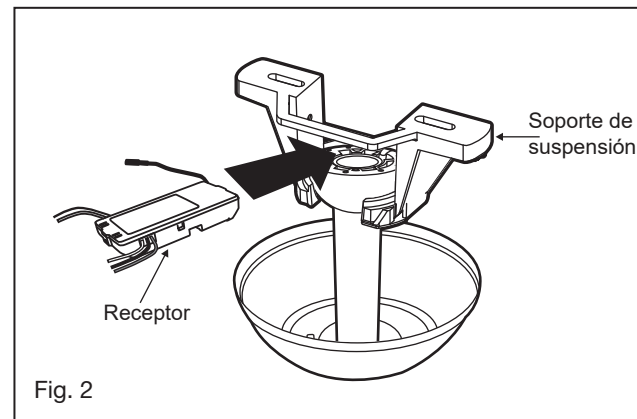

Fig. 2
- 4 Inserte el receptor en el soporte de montaje en el techo con el lado plano del receptor hacia el techo. (Fig. 2) Para un mejor rendimiento, asegúrese de que la Antena Negra, en el extremo del receptor, permanezca extendida y sin enredarse con ninguno de los cables eléctricos.